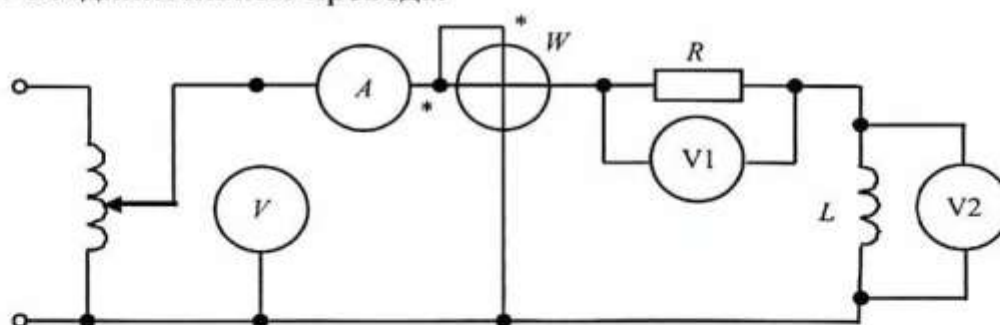

Рис. 3. Схема соединения приборов
1. Собрать цепь согласно рис. 3.